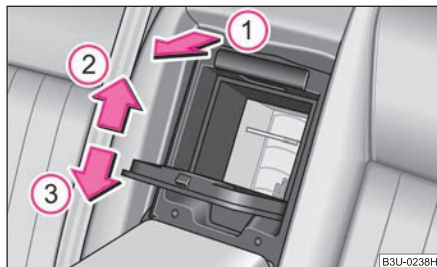

Abb. 77 Kühlbox einbauen
- Klappen Sie den Deckel der Kühlbox auf den Befestigungsrahmen ⇒ Abb. 77.